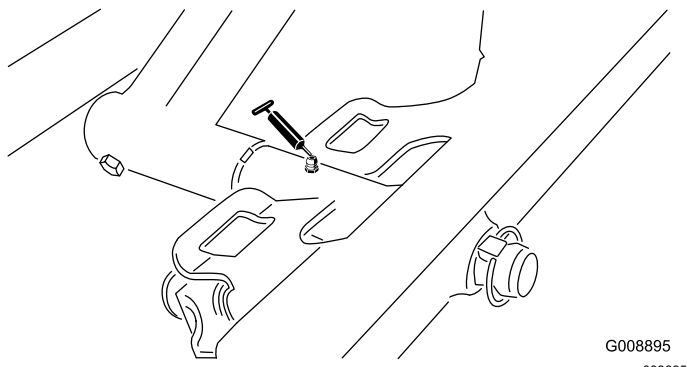

Figura 29
- Pivote de la unidad de corte delantera (Figura 29).